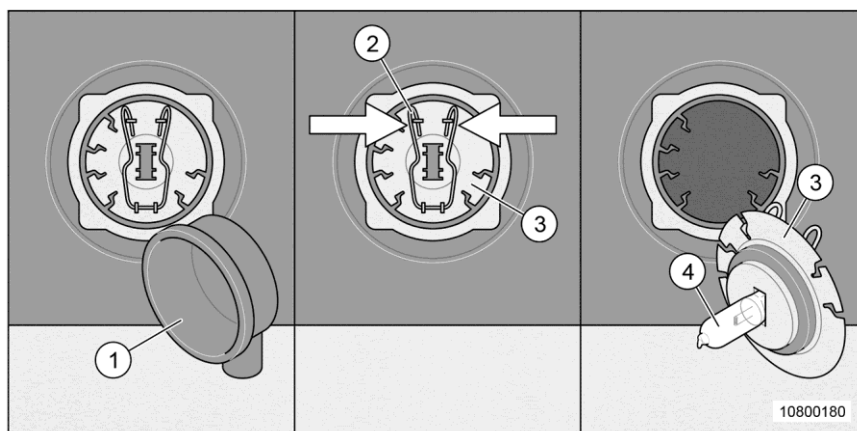

Fig. 176 Remplacement de l'ampoule du feu antibrouillard
1. Enlever l'écran (Fig. 176/1).
2. Comprimer les pinces (Fig. 176/2).
3. Retirer l'ampoule (Fig. 176/3) du culot et la remplacer.
- En remplaçant l'ampoule, ne pas toucher le verre (Fig. 176/4) avec les mains.